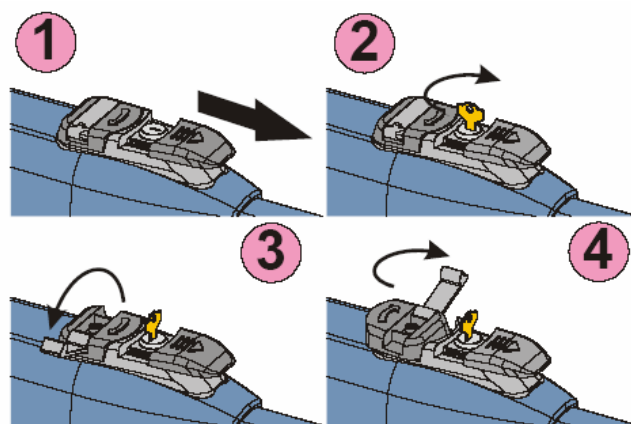

Рис. 12
- Сдвиньте вперед крышку разблокировки 1 рис. 12;